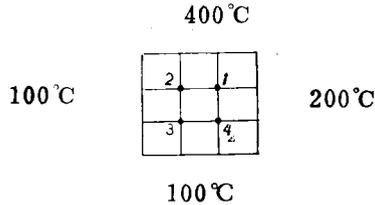

图 1—3 平板
23、如图 1—3 所示的平板，边界合点的温度已知 求板内点 1，点 2，点 3 和点 4 的温度。
24、如图 1—4 所示，已知： $T_7 = T_8 = T_9 = 38^{\circ}\text{C}$ ， $T_3 = T_6 = 10^{\circ}\text{C}$ ， $T_D = 0^{\circ}\text{C}$ ， $\lambda = 42\text{W/m}^{\circ}\text{C}$ ， $a_s = 28\text{W/m}^{\circ}\text{C}$ ， $\Delta x = \Delta y = 0.1\text{m}$ ，求 $T_1$ ， $T_2$ ， $T_4$ 和 $T_5$ 。